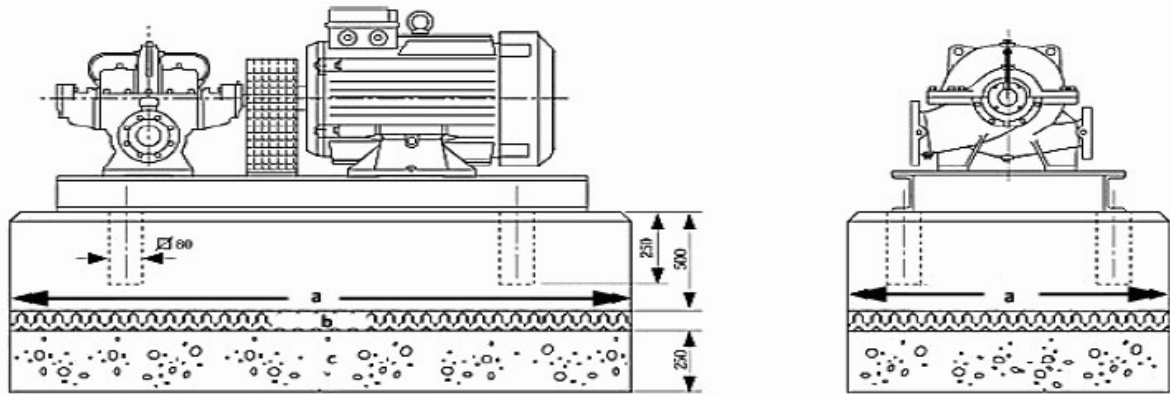

Рисунок 3. Пример фундамента
7.1.1. Фундаменты (см. рисунок 3, 4, 5)